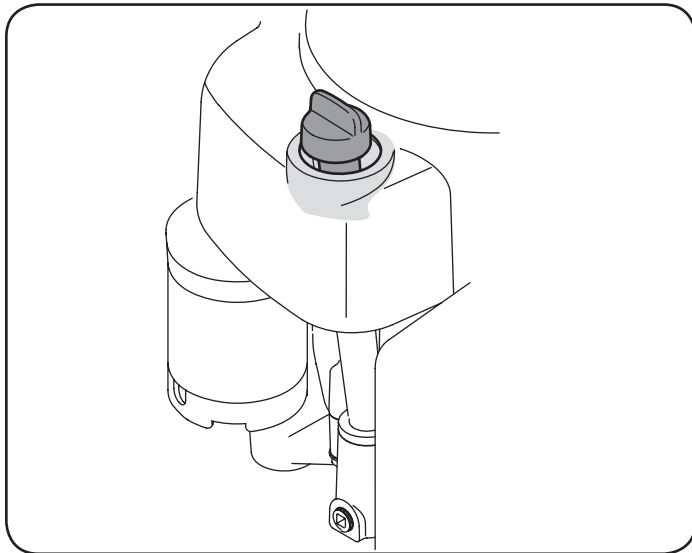

Figura 22
1. Limpie alrededor de la tapa y el tubo de la varilla de medición con una tela limpia para eliminar los residuos. Vea la Figura 22.